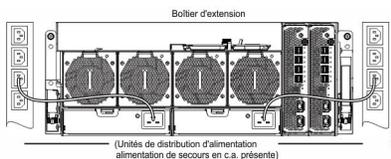

Figure 60. Connexion type d'un cordon d'alimentation en courant alternatif entre l'unité de distribution d'alimentation et l'unité d'alimentation électrique
- La figure 60, à la page 59 présente le raccordement électrique entre une unité d'alimentation électrique à noyau unique et une unité de distribution d'alimentation à l'aide de connecteurs C19.
1. Mettez le système sous tension en connectant les câbles d'alimentation entre l'unité d'alimentation électrique et l'unité de distribution d'alimentation. Voir la figure 60, à la page 59.